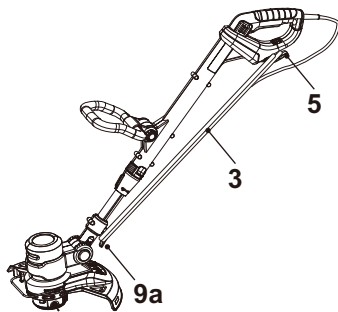

Fig. 28
5. Enrolle el cable de alimentación (3) o el cable de extensión en los dos retenedores de cable (5, 9a) y fíjelo con una abrazadera adecuada (Fig. 28).